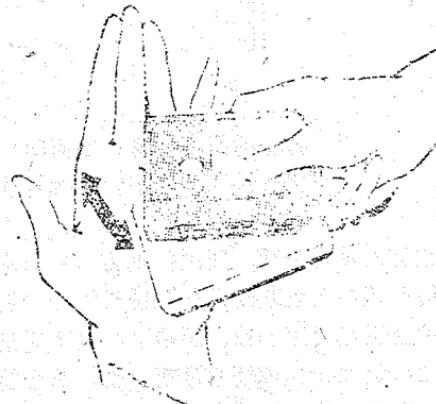

图 9 拍打磁带盒
(2) 盒式磁带在装入录音机之前, 最好将磁带盒在手心拍打几下, 以减少磁带在盒内的运行阻力, 避免磁带运转不够灵活而绞带 (见图 9)。